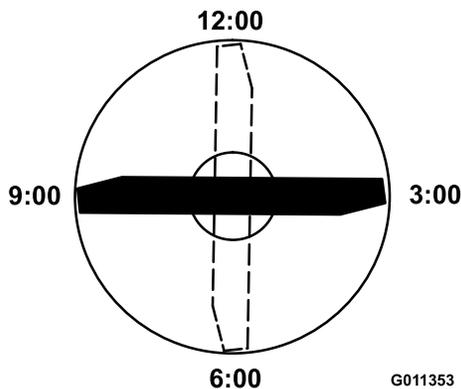

図 122
4. ブレードの印の付いているほうの端部を12時の位置車両進行方向に向け 図 122、作業台の表面からブレードの切っ先までの高さを測定する。
5. 印の付いている端部を3時の位置と9時の位置に向けて図 122それぞれ高さを測定する。